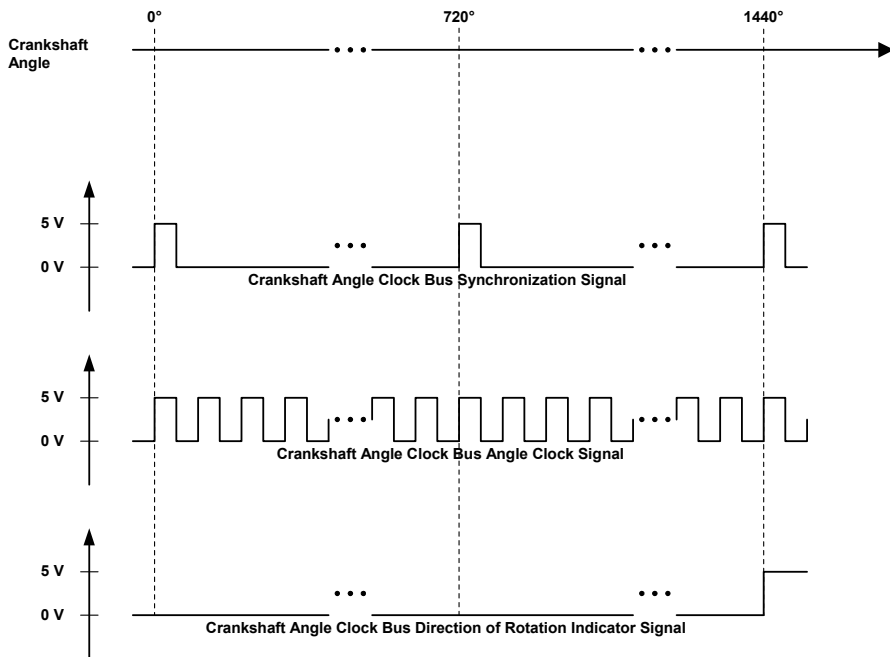

Abb. 2-4 CAC-Bus-Ausgangssignale
Der CAC-Bus der ES1651.1 besteht aus folgenden drei Signalen (siehe auch Abb. 2-4 auf Seite 14):
Intern arbeitet der Synchronisationsbus mit 3,3 V Digitalsignalen - die Pegel der Ausgangssignale des CAC-Busses an der Frontplatte sind in Abb. 2-4 auf Seite 14 dargestellt.
- Eingangssignale des in Abb. 2-4 dargestellten Typs.